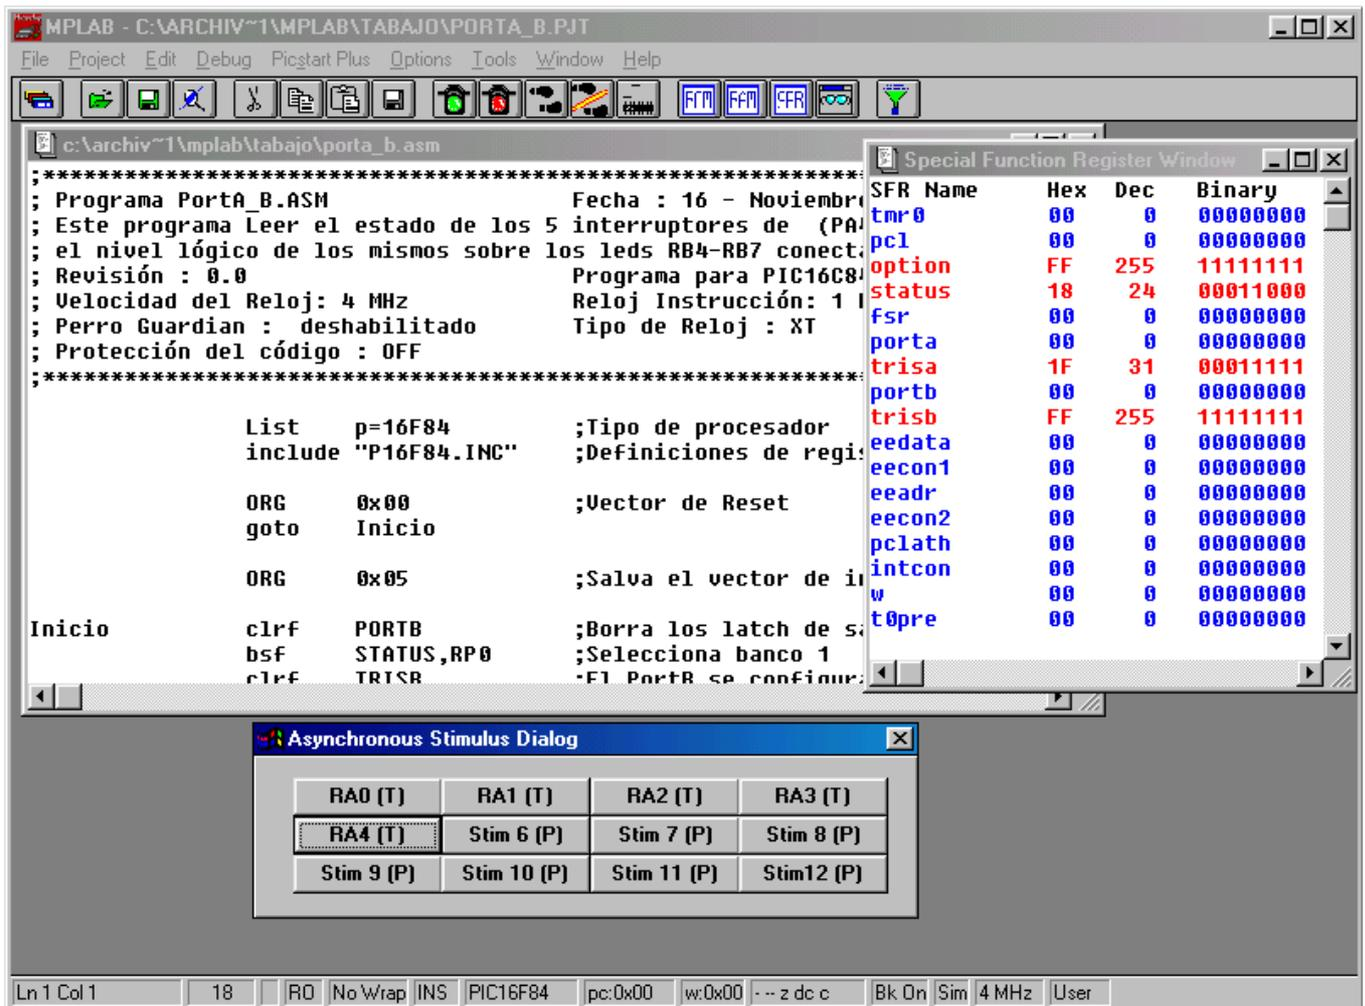

Figura 59.- Pantalla dispuesta para simular el programa “PortA-B.asm”
Seguidamente seleccionamos la opción *Debug>Simulator Stimulus>Asynchronous Stimulus* donde asignaremos los pines RA0 (T), RA1(T),RA2(T), RA3(T) y RA4(T) a los cinco primeros *Stim* y el tipo de señal *Toggle* y habilitamos la ventana de los registros SFR, tal y como se muestra en la Figura 59.